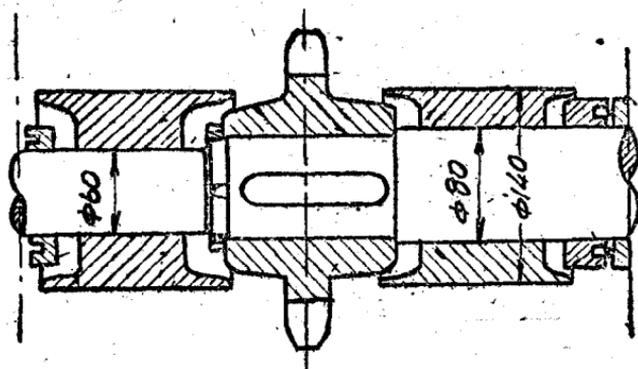

图10 机头滾
(1) 把机头軸上的短四星輪改用机尾的长牙四星輪，在四星輪两边軸上各用二个半圓的鑄鐵滾（机头滾）用螺絲固定在軸上，如图10所示。这样掉鏈子时用木棒一逼就会上去。